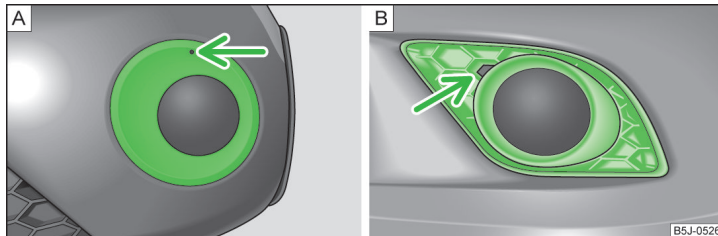

Abb. 159 Vorderer Stoßfänger: Fabia Scout / Fabia RS
- › In die Öffnung oberhalb des Nebelscheinwerfers **› Abb. 159 - A** (Fabia Scout) den Drahtbügel **› Seite 164, Bordwerkzeug** einführen und die Abdeckkappe herausnehmen.
- › Einen Finger in die Öffnung neben dem Nebelscheinwerfer **› Abb. 159 - B** (Fabia RS) einführen und die Abdeckkappe herausnehmen.